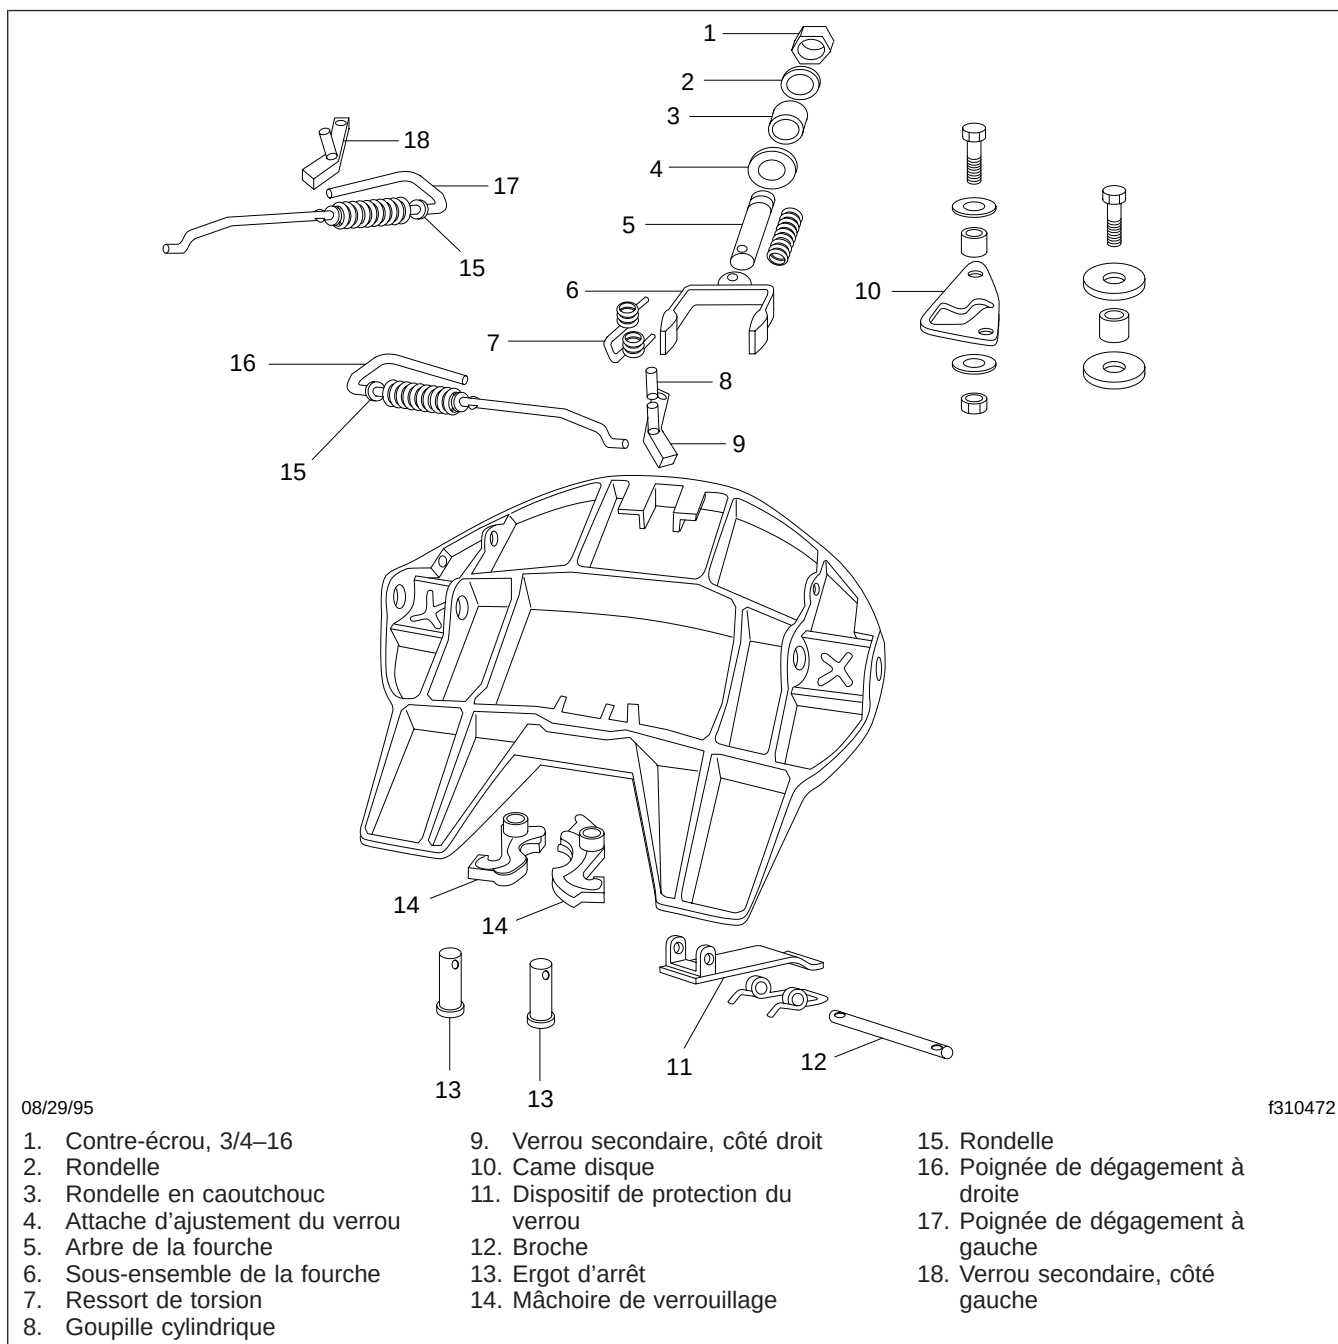

Fig. 2, Sellette d'attelage Holland
7. Vérifiez l'état du moulage à motif X sous la plaque supérieure de la sellette d'attelage. Voir la **figure 2**. Vous devez retirer la plaque supérieure de la sellette d'attelage pour pouvoir vérifier le motif en X.